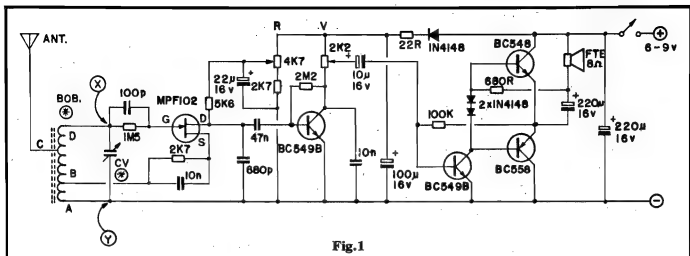

Fig.1
- FIG. 1 - O CIRCUITO - Analisando o diagrama do REX-MF no sentido "convencional" (da esquerda para a direita), inicialmente encontramos o módulo de sintonia, formado pela bobina (BOB) e pelo capacitor variável (VC). Desde já avisamos que todo o di-